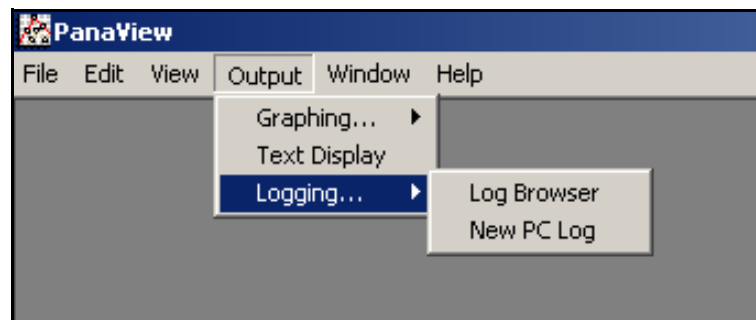

Рис. 13: Выбор в параметре ведения журнала
1. Откройте меню *Output* (Выход) (см. *Рис. 13* внизу) и нажмите кнопку *Logging* (Регистрация).
- Или откройте меню *Output* (см. *Рис. 13 стр 47*) и выберите опцию *Log Browser*. Перейдите в диалоговое окно *PC Logs* (Журналы ПК), как описано в предыдущих разделах. Начнет отображаться экран показаний, аналогичный тому, что представлен на *Рис. 23* внизу.